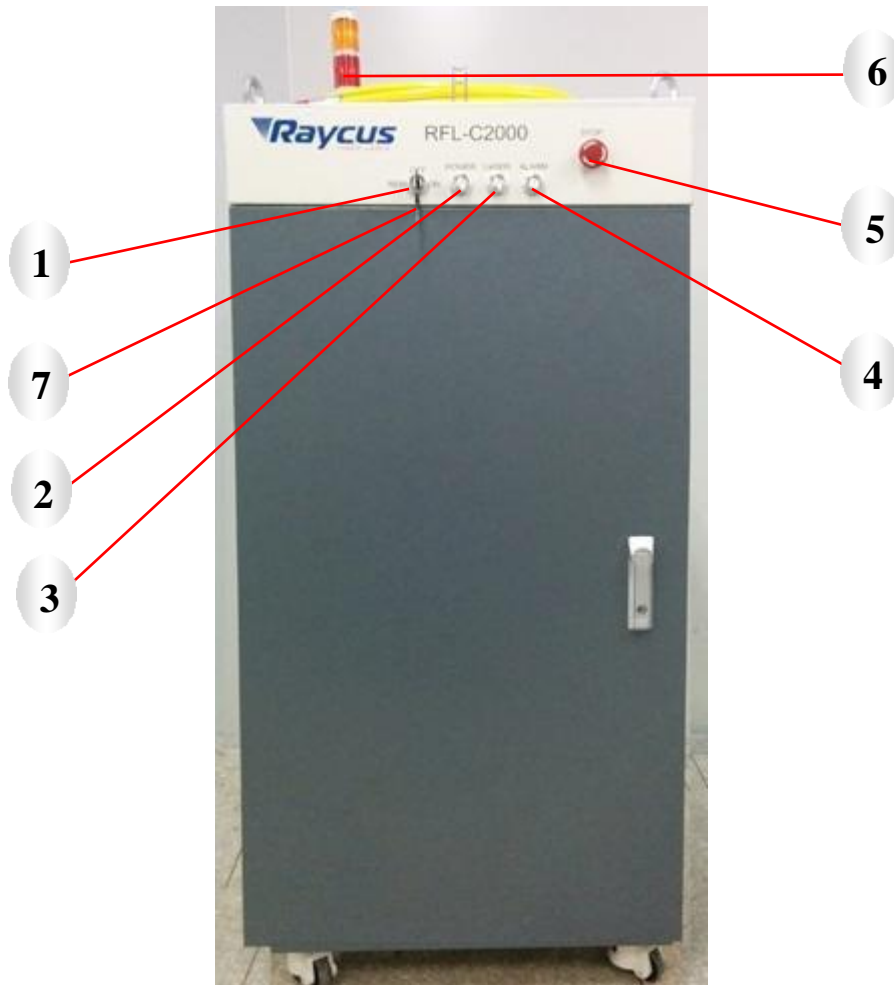

Рисунок 3: Вид передней панели
**1. REM/OFF/ON:** Выключатель с ключом, выключение питания лазера. Вставьте ключ (поз. 7 на рис. 3); Поверните ключ по часовой стрелке в положение «ON» (ВКЛ.) или против часовой стрелки в положение «REM» (ДИСТ.), чтобы включить лазер. Лазер перейдет в режим управления в зависимости от вашей предыдущей настройки кабеля «CONTROL» (УПРАВЛЕНИЕ). См. раздел **4.6 Вход в режим управления** для получения дополнительной информации.
относительно «EGND». Если вы не используете дистанционное управление излучением, оставьте провод «LAS\_C» отключенным. Кабель «MODULATION» необходимо подключать, когда лазерное излучение управляется сигналом дистанционной модуляции, в противном случае его можно оставить отключенным. Провода «RX» и «TX» кабеля «RS-232» должны быть подключены к контактам «RX» и «TX» ПК, соответственно. Провода «AD» и «RS-422» следует оставить отключенными. Провод PE кабеля для разъема «INTERFACE» не показан на рис. 3, но мы рекомендуем вам подключить все провода PE к защитному заземлению.